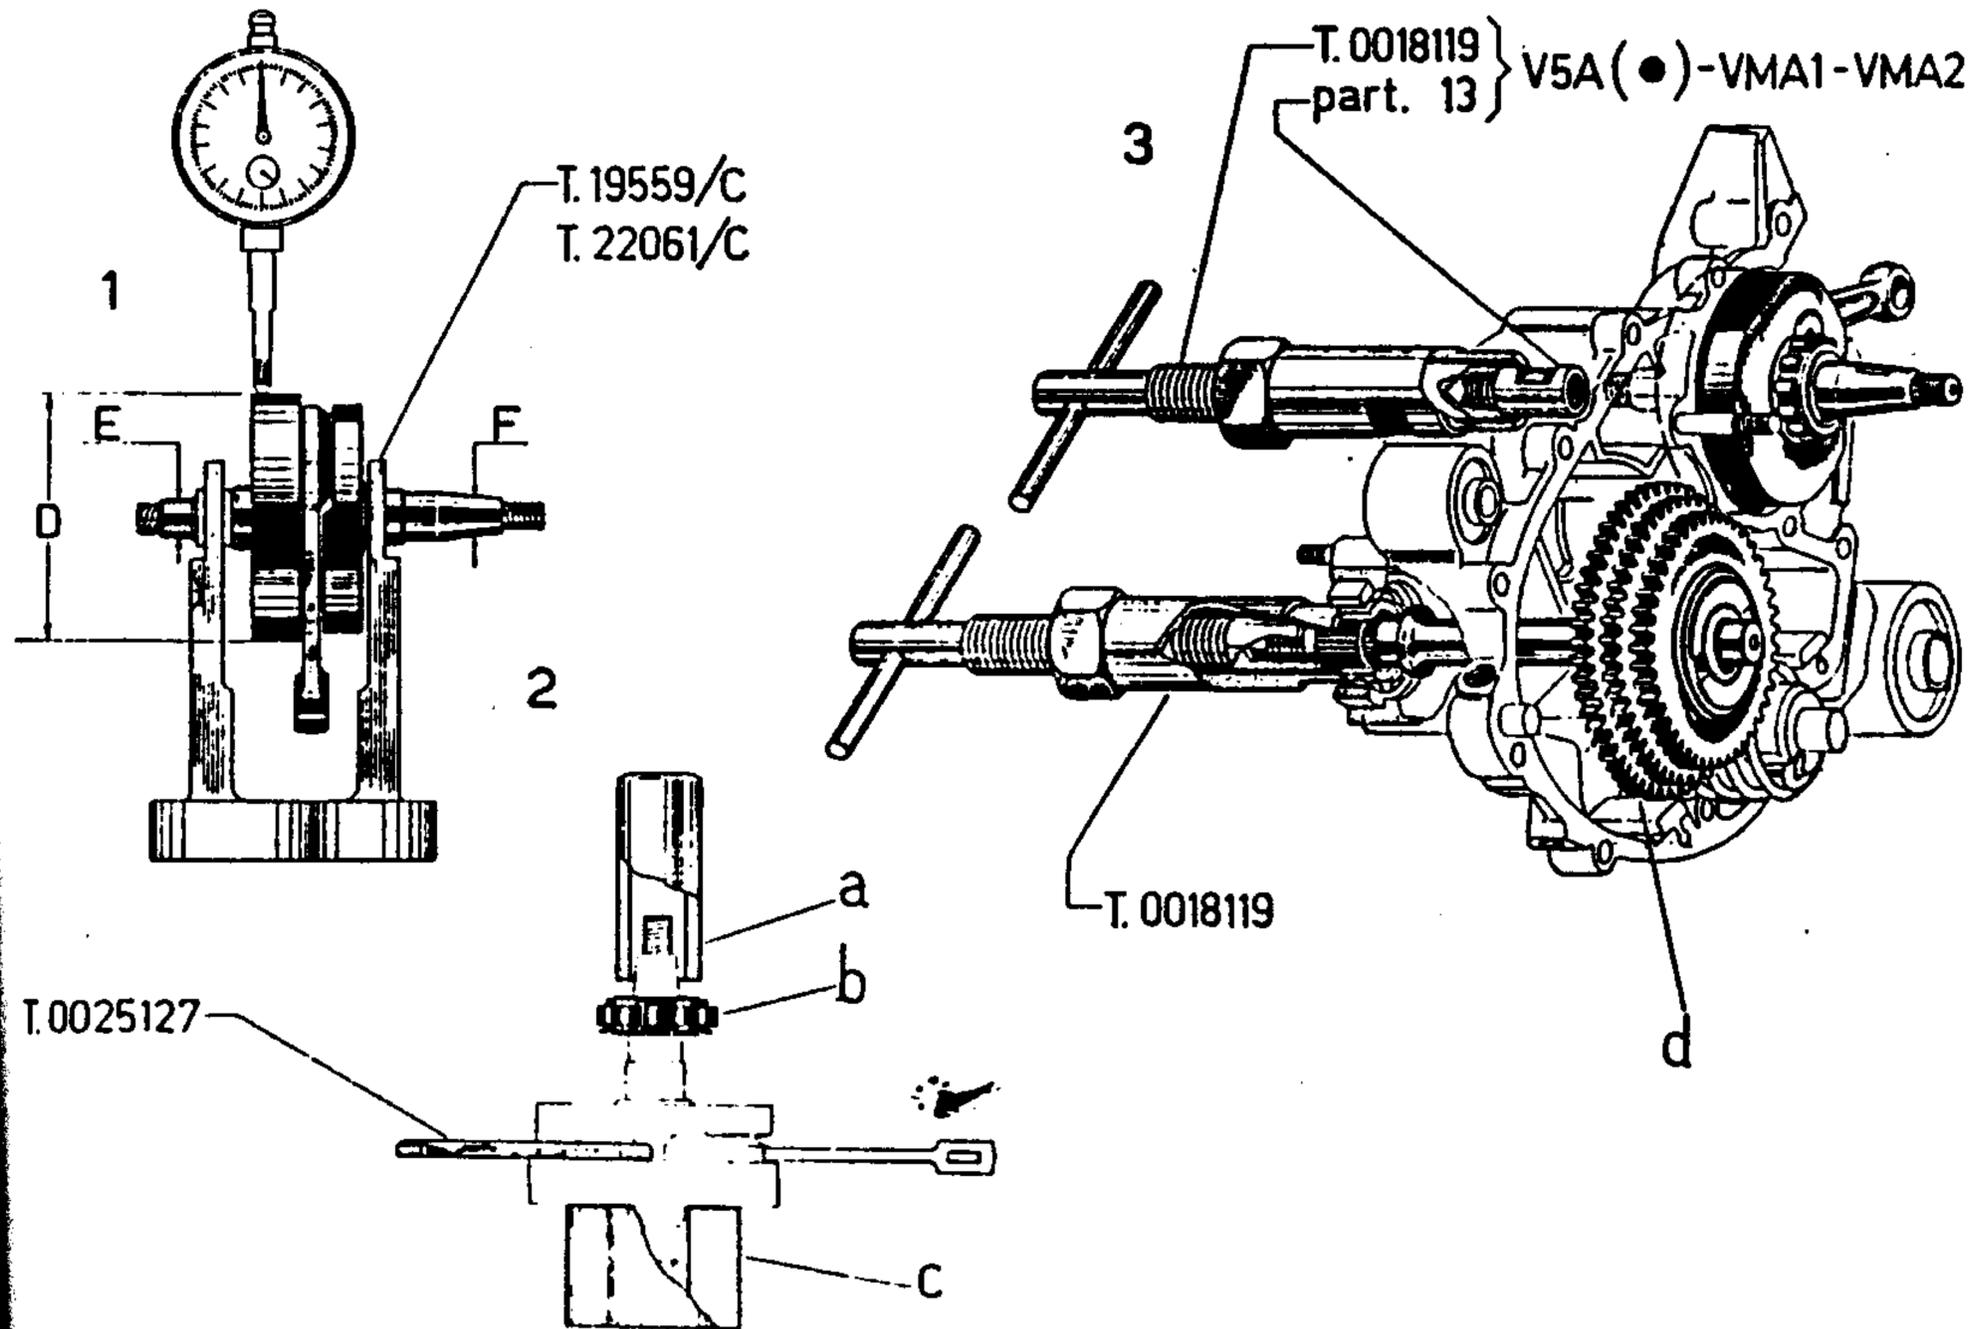

Fig. 46
- 1) - **Controllo allineamento albero motore:** con l'apposita attrezzatura (ved. fig. 46 operaz. 1) controllare che le eccentricità delle superfici dei \varnothing «E» e «F» risultino comprese entro 0,03 mm. (limite massimo di lettura sull'orologio comparatore); controllare inoltre l'eccentricità del \varnothing «D», per cui è ammessa una lettura massima di 0,02 mm.